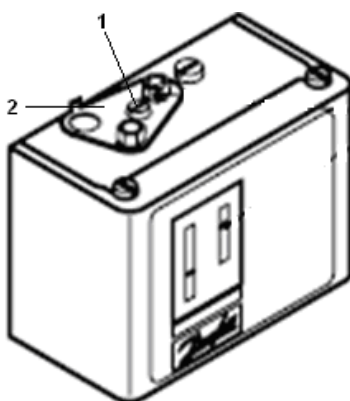

Рис.3
- отвернуть стопорный винт (1) и снять стопорную пластину (2) рис.3
- установить стопорную пластину (2) на место и закрепить стопорным винтом (1) рис.3